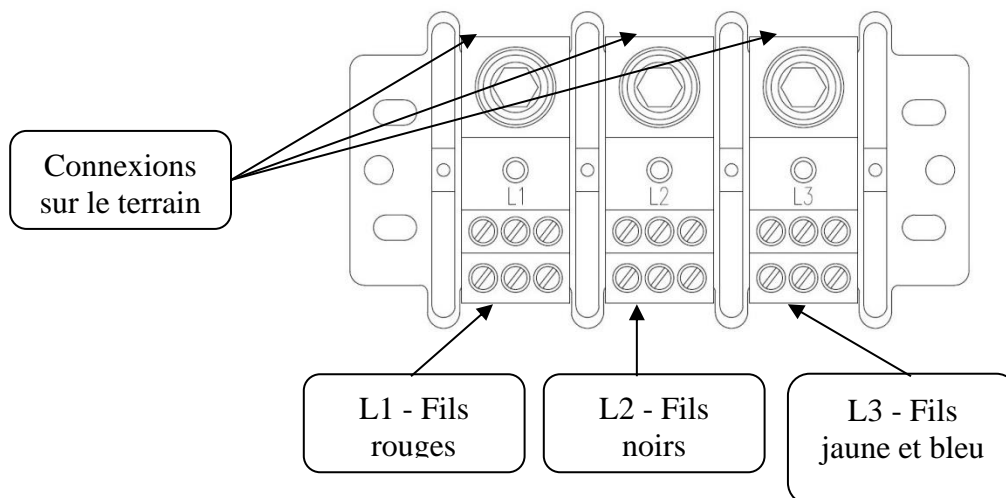

Figure 11. Connexions du bornier triphasé
3. Connecter les fils bleu et jaune à la borne L-3 du bornier. La figure 11 montre la nouvelle configuration des fils triphasés.